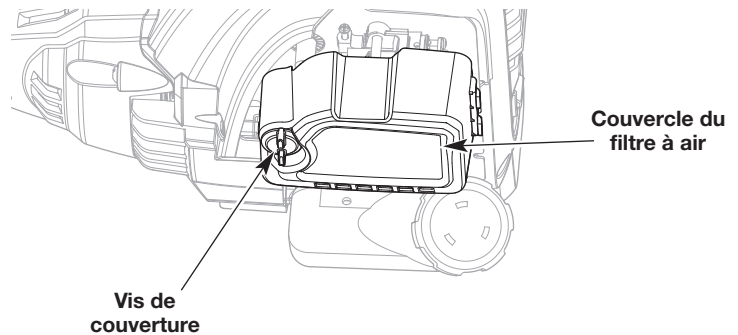

Fig. 16
1. Ouvrez le couvercle du filtre à air en dévissant la vis du couvercle (Fig. 16).